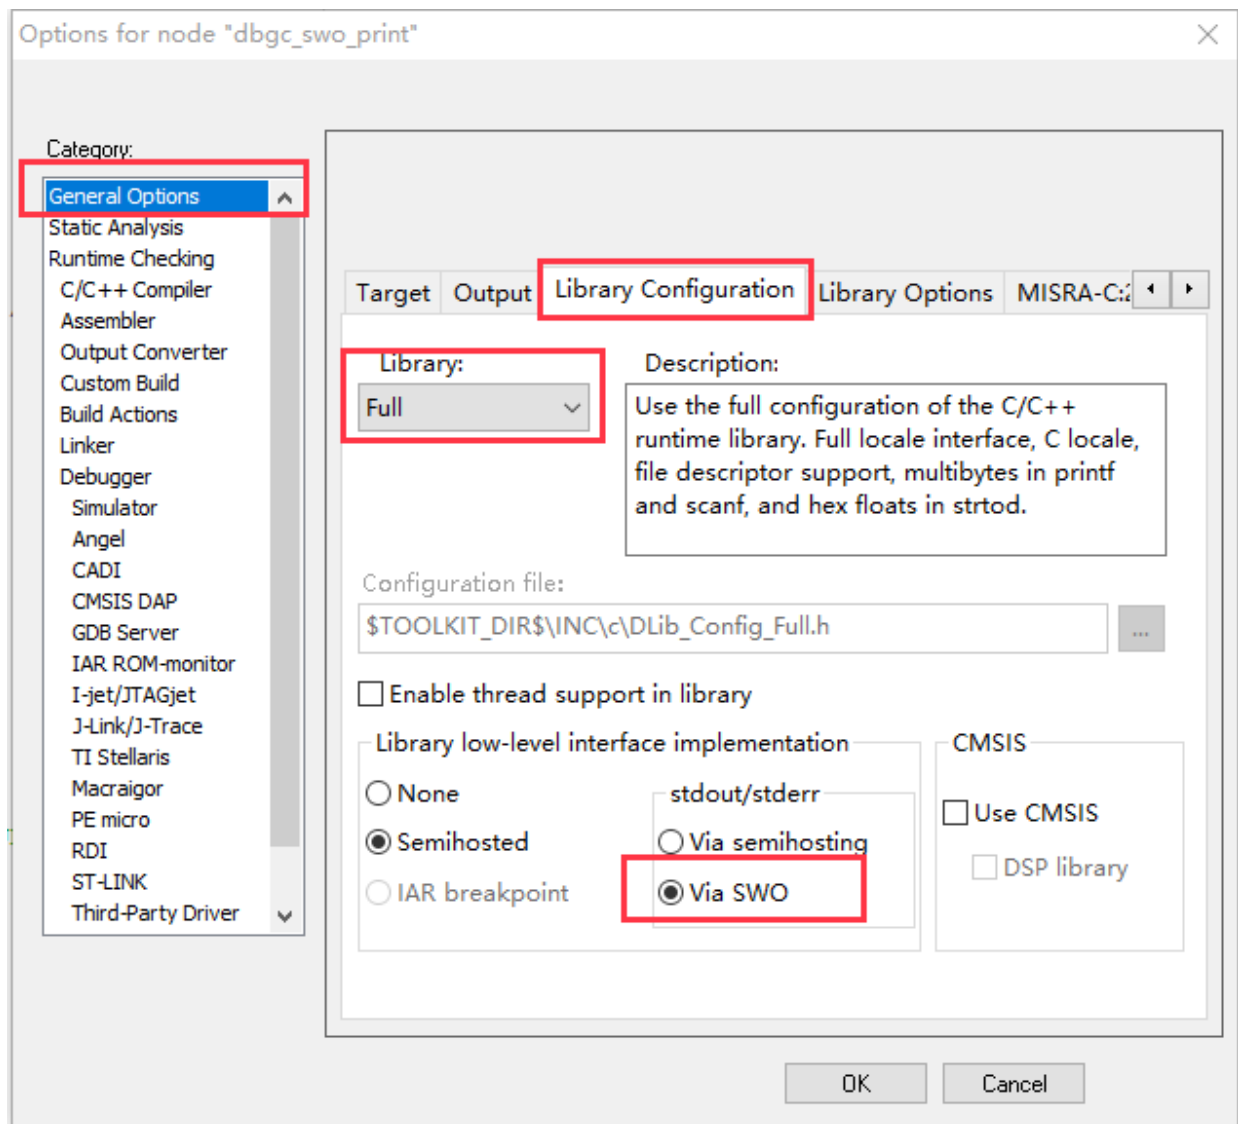

图 3-1 General Options 配置
- 在 Project -> Options -> General Options -> Library Configuration 中，在 Library 中选择 Full，在 stdout/stderr 中选择 Via SWO，如图 3-1 所示。